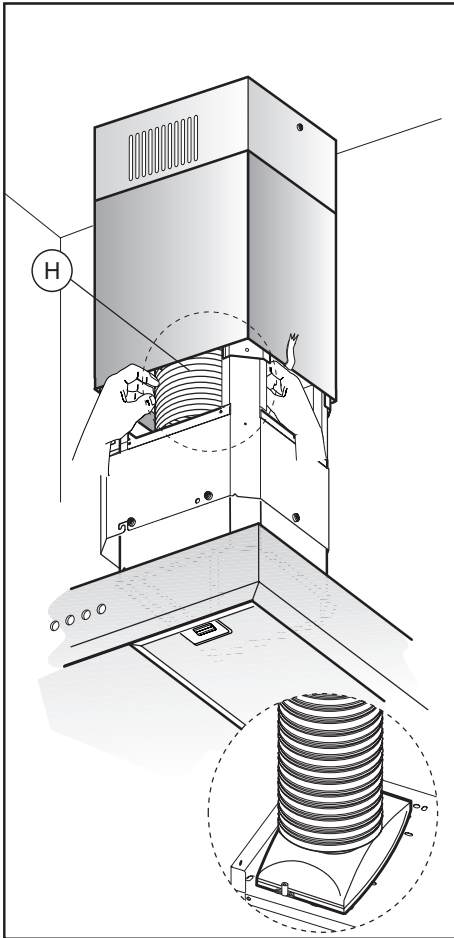

Fig.12
- bevestig de (niet bijgeleverde) luchtafvoerleiding **H** op de verbindingsflens **F** (afb.12)